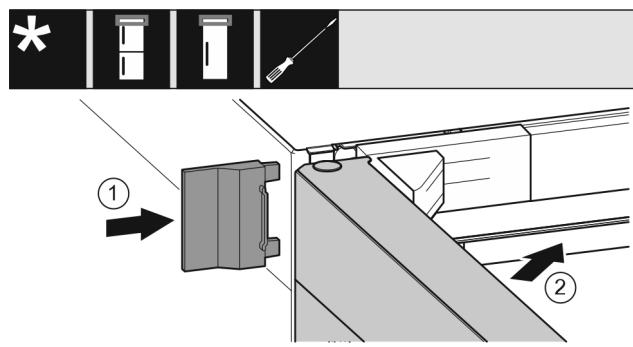

Fig. 25
► Насуньте зовнішню кришку Fig. 25 (1).
► Закрийте верхні дверцята Fig. 25 (2).